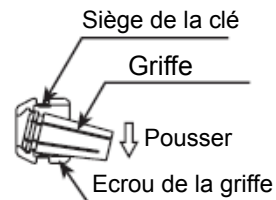

Fig. 22
- (2) La griffe et l'écrou de la griffe sont maintenus ensemble par une rainure dans la griffe et un épaulement dans l'écrou de la griffe. Pour enlever la griffe, maintenez l'écrou de la griffe d'une main et descendez-le en diagonale sur la griffe. La griffe devrait être libérée (Fig. 22).
- (3) Installez la nouvelle griffe dans l'écrou de la griffe en plaçant la griffe dans l'écrou de griffe et en appuyant sur une surface plane. (Fig. 22).